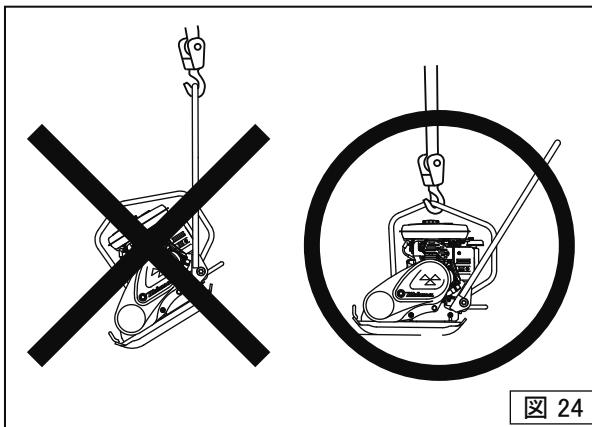

図 24
- 3 吊り上げる際には、必ず吊り上げフックを使用してください。フック以外の場所(ハンドル等)での吊り上げは絶対に行わないでください。(図24)